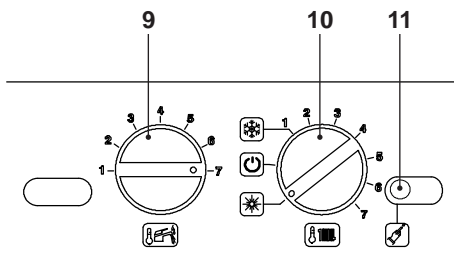

Figura 9.14
- Posizionare le manopole del pannello comandi come indicato in Figura 9.14.
- Per entrare nella modalità Spazzacamino bisogna entrare in programmazione premendo per 15 secondi il pulsante di ripristino 11 in Figura 9.14 fino alla comparsa del parametro **P01** sul display LCD; sul display LCD compare la seguente visualizzazione (la sequenza **P01** si alterna ---).
- Premere il pulsante di ripristino 11 in Figura 9.14 per lo scorrimento dei vari parametri sino al raggiungimento del parametro **P09** valido per il settaggio modalità Spazzacamino; sul display LCD compare la seguente visualizzazione (la sequenza **P09** si alterna a **00**).